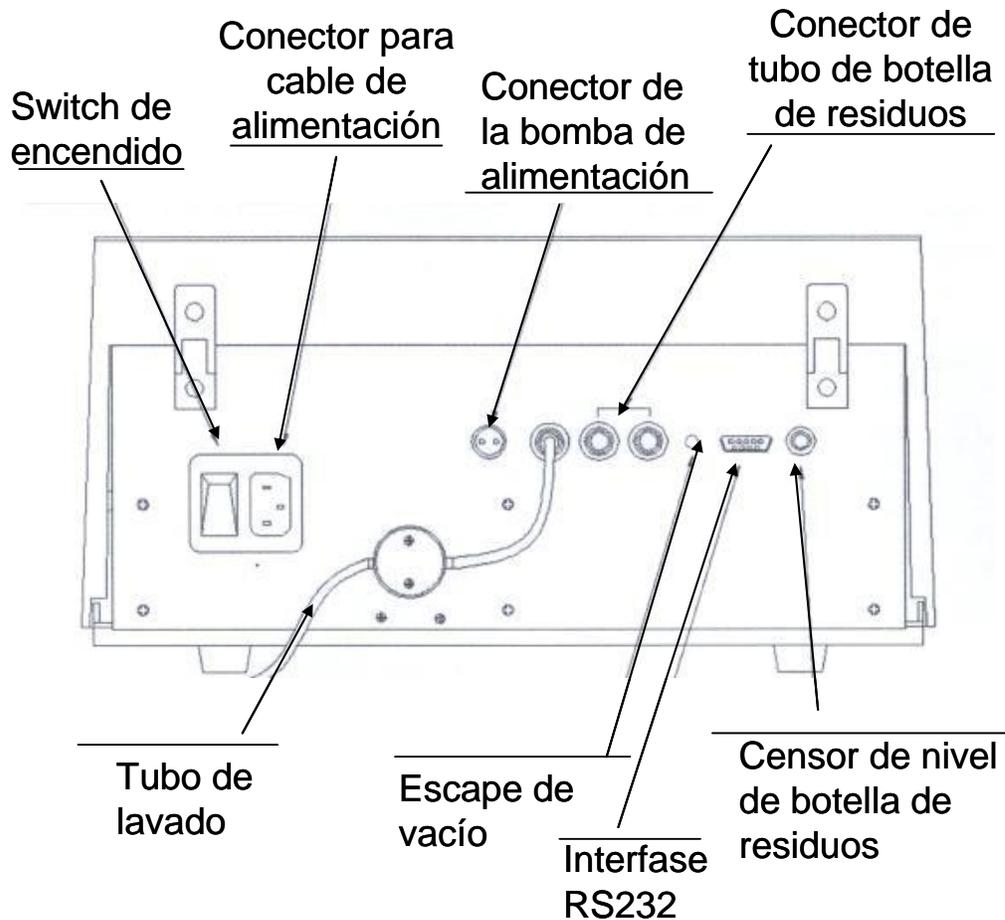

FIGURA 2. Vista trasera del sistema
Los conectores de la parte trasera del EliWash se muestran en la figura 2.
4. Conecte el extremo del tubo de lavado al conector del tubo del bote de lavado en la parte trasera del instrumento (Figura 2).
5. Conecte el cable de la bomba del dispensador al cable de poder en la parte trasera del instrumento (Figura 2).